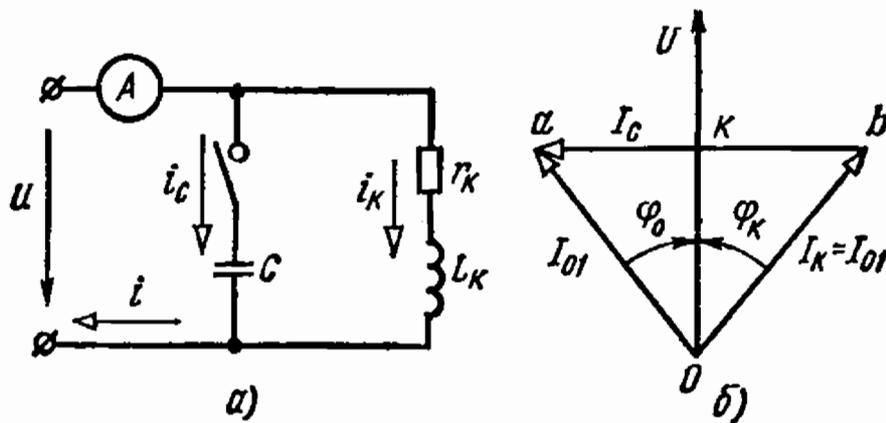

Рис. 4.18
4.18. В цепи схемы рис. 4.18, а при замкнутом и разомкнутом ключе амперметр показывает один и тот же ток $I_{01} = 10$ А. При
Ответ и указание. $r_n = 6$ Ом, $L_n = 25,5$ мГ. При решении удобно воспользоваться векторной диаграммой рис. 4.18, б для схемы с замкнутым ключом.